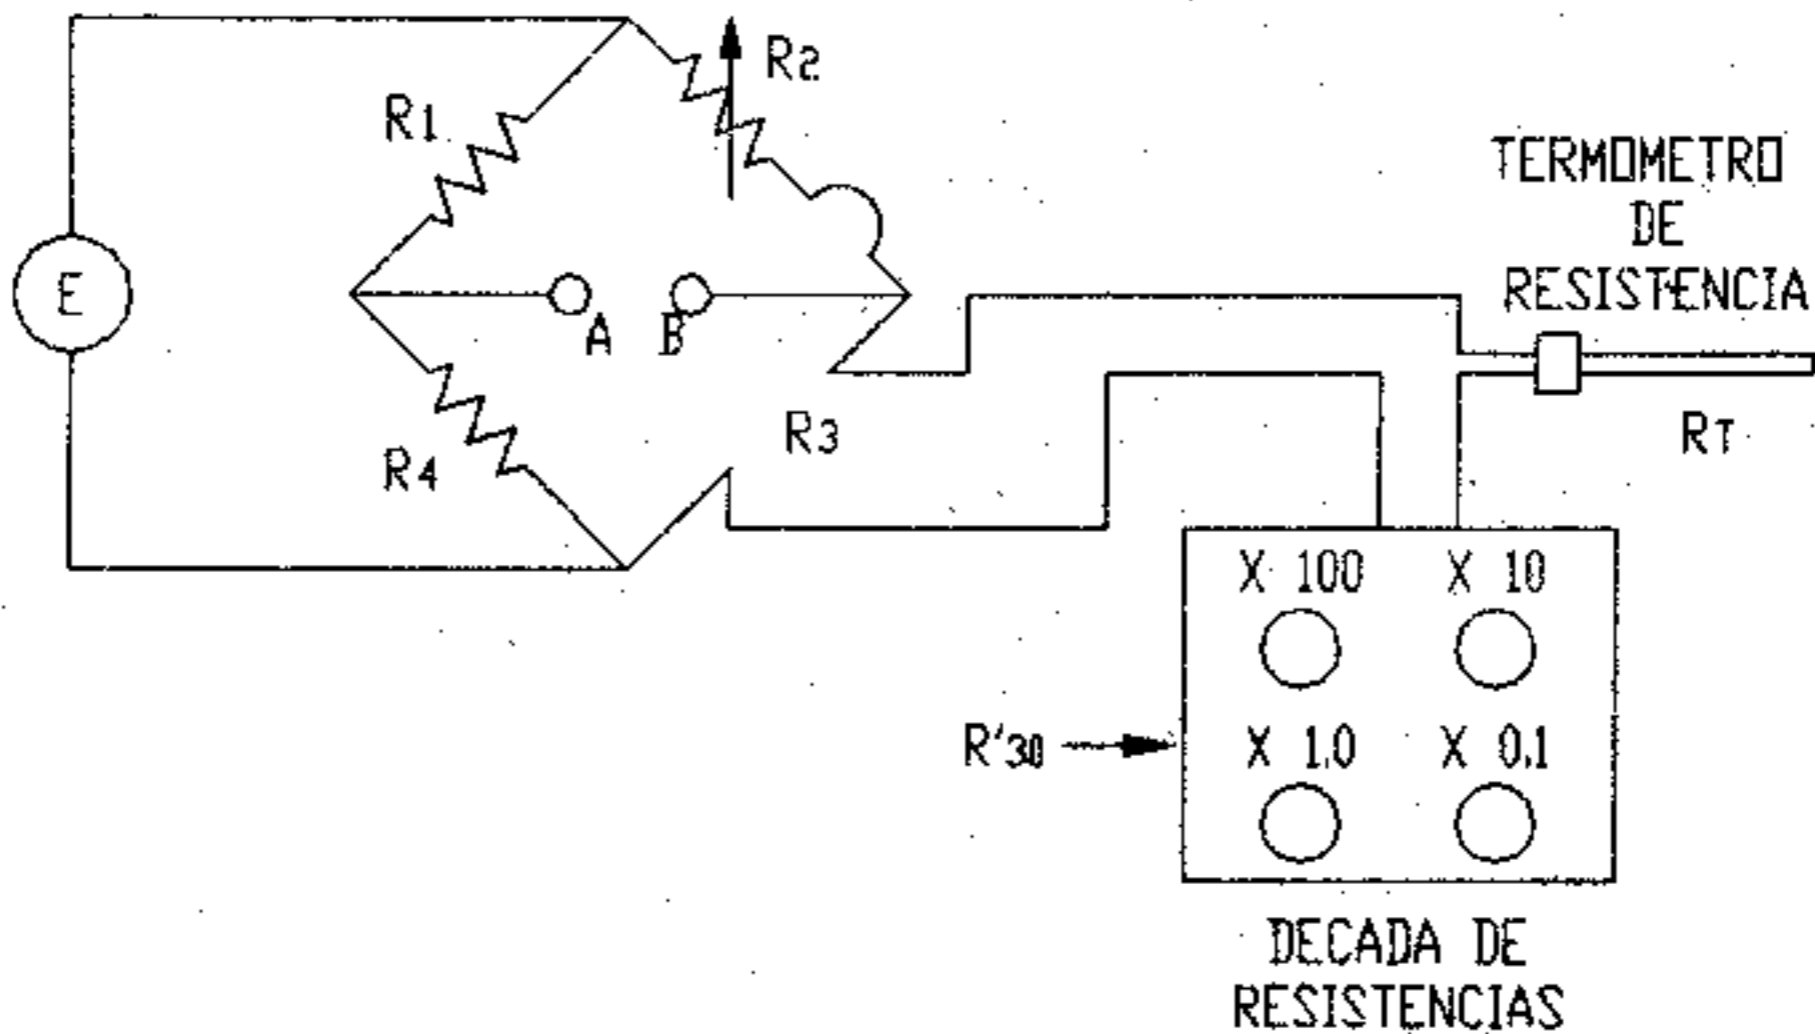

Figura 7
- b) Evitando cualquier modificación al circuito, conecte el termómetro de resistencia de acuerdo al diagrama de la figura 7 y mida el voltaje V_{AB} .